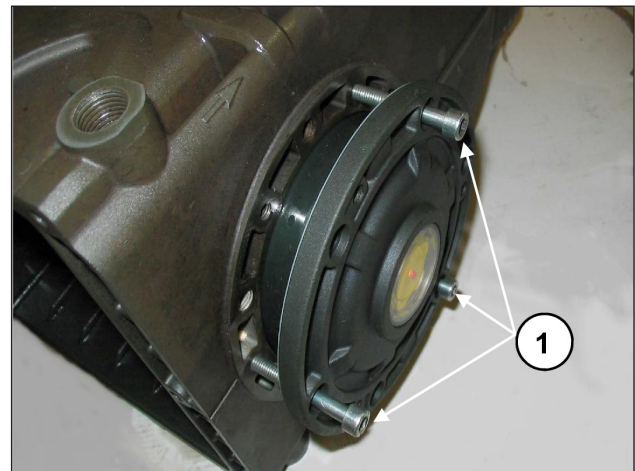

Abb. 8
Um das Einführen des ersten Abschnitts und das Einsetzen der Deckel am Gehäuse zu erleichtern, sollten Sie 3 Schrauben M6 x 40 mit Teilgewinde (Abb. 8, Pos. ①) zu Hilfe nehmen und den Vorgang dann anhand der mitgelieferten Schrauben (M6x16) abschließen.
Für das Annähern der beiden Seitendeckel an das Gehäuse können Sie zunächst 3 Schrauben M6x40 für eine erste Ausrichtung verwenden, wie im Vorhinein angegeben Abb. 8, und dann die für die endgültige Befestigung vorgesehenen Schrauben.